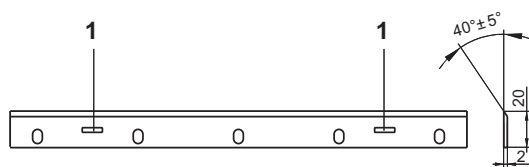

Рис. 19
Периодически, по мере затупления, необходимо производить заточку или замену строгальных ножей (рис. 19).
- произвести замену ножа 74, установив его таким образом, чтобы в имеющиеся пазы 1 (рис. 19) на ноже вошли пластины 80 (рис. 9);